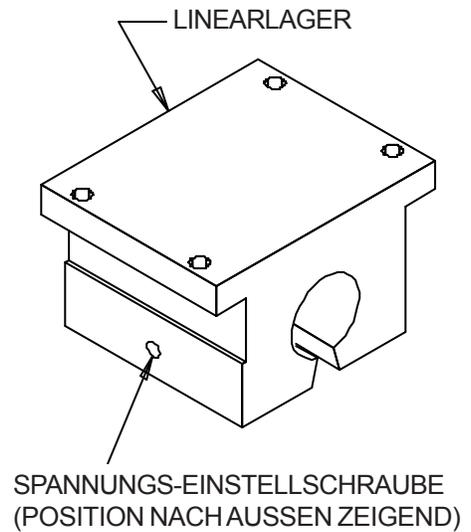

ABB. 14
**SCHRITT 3** – Setzen Sie ein neues Linearlager auf das Ende der Schlittenwelle auf, die Spannungs-Einstellschraube muss dabei nach außen weisen. Siehe ABB. 14. Stellen Sie die Spannungsschraube des Linearlagers so ein, dass es kein Spiel zwischen dem Linearlager und der Schlittenwelle mehr gibt, wenn Sie versuchen, das Linearlager radial um die Schlittenwelle zu verdrehen.